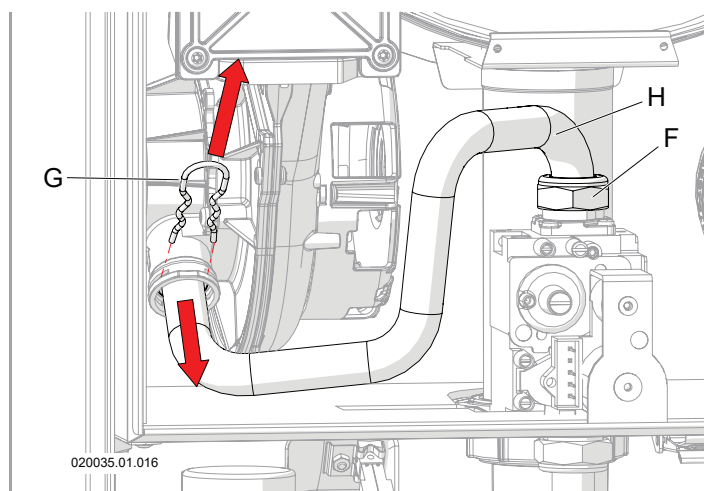

Figura 6-2 - Smontaggio tubo gas
- 6.- svitare il raccordo "F" (Figura 6-2);
- 7.- rimuovere la molla di serraggio "G" dalla sede per liberare il tubo (Figura 6-2);
- 10.- rimontare il tubo "H" (Figura 6-2);